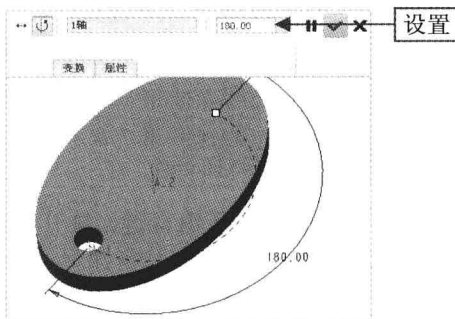

图 7-75 设置参数
Step 03 弹出“移动(复制)”选项卡,单击“旋转”按钮,在绘图区选择 A_2 轴作为旋转轴,并在选项卡中的“输入旋转角度”数值框中输入 180,如图 7-75 所示。